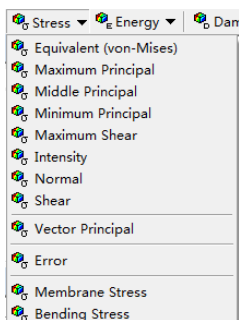

图 7-32 添加应力图
6) 选择 Solution 工具栏中的“Stress”→“Equivalent (von-Mises)”, 如图 7-32 所示, 此时在树结构图中会出现“Equivalent Stress”选项。